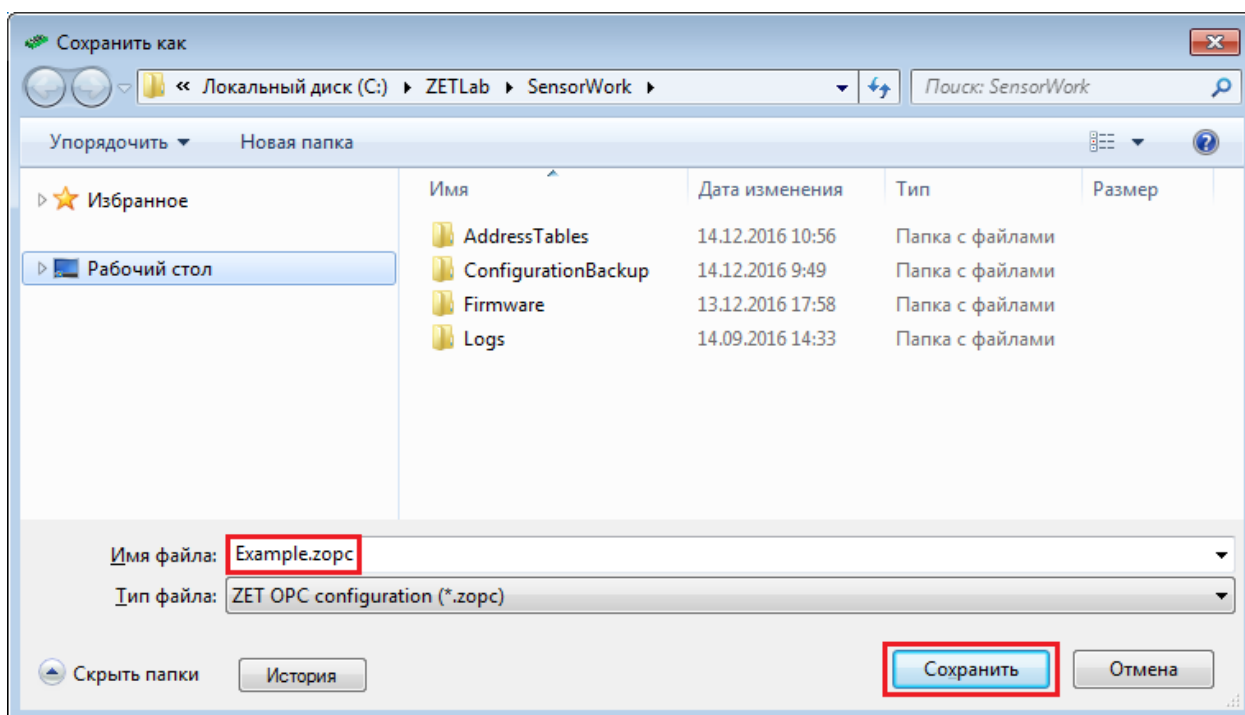

Рис.8.3 Окно «Сохранить как»
3. В открывшемся окне «Сохранить как» в поле «Имя файла» следует установить произвольное имя файла конфигурации и активировать кнопку «Сохранить» (Рис.8.3). В результате будет создан файл конфигурации с расширением имени «.zorc».